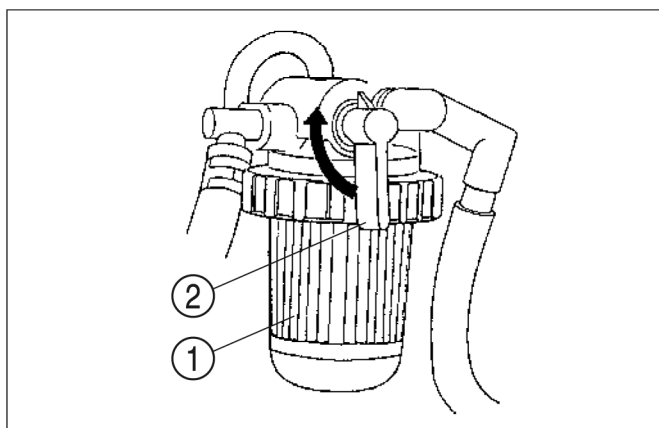

FIG. 71
**Abb. 71:** Der Kraftstofffilter (1) befindet sich links vom Motorgehäuse. Er filtert Verunreinigungen heraus, bevor der Kraftstoff die Einspritzpumpe erreicht. Der Filter besitzt ein Ventil (2), das beim Warten des Filters sowie zum Entlüften des Kraftstoffsystems verwendet wird.